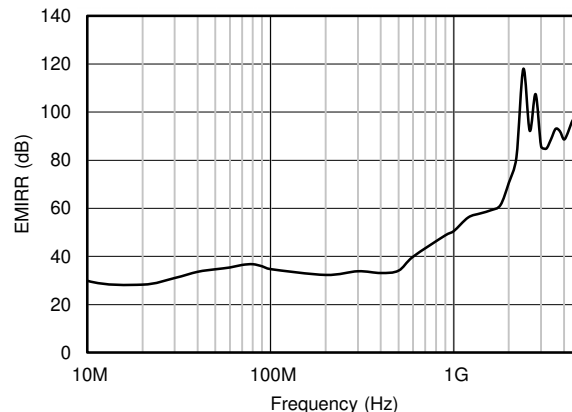

图 6-1. EMIRR 测试
TLV906x 通过集成电磁干扰 (EMI) 滤波降低无线通信设备、混合使用模拟信号链和数字元件的高密度电路板等干扰源产生的 EMI 效应。利用电路设计技术可以提高 EMI 抗扰度；TLV906x 从这些设计改进中受益。德州仪器 (TI) 已经开发出在 10MHz 至 6GHz 扩展宽频谱范围内准确测量和量化运算放大器抗扰度的功能。图 6-1 展示了对 TLV906x 执行此测试的结果。表 6-1 列出了在实际应用中 TLV906x 在常见特定频率下的 EMIRR IN+ 值。有关详细信息，请参阅 运算放大器的 EMI 抑制比应用手册。